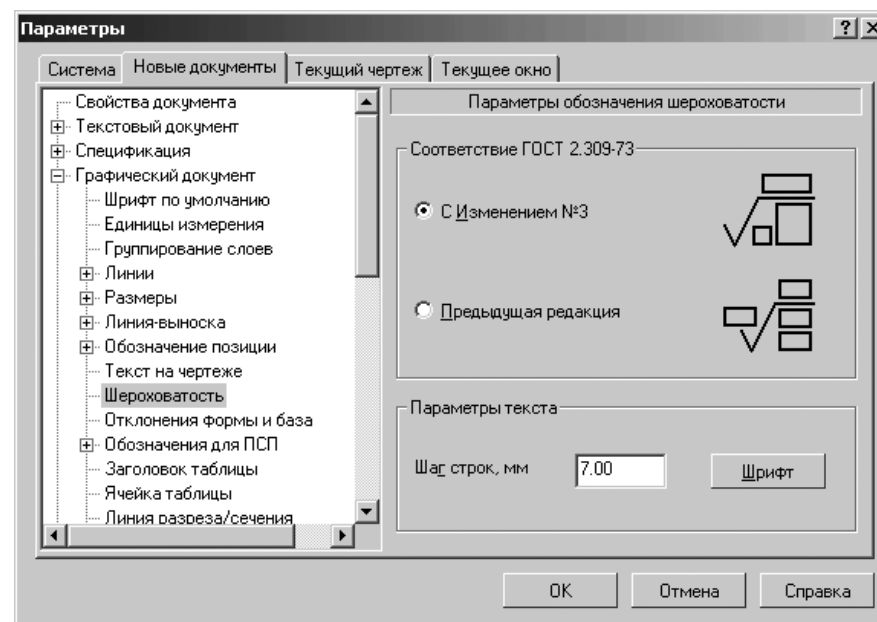

Рис. 10.46. Диалоговое окно **Параметры** с открытой вкладкой **Новые документы** и панелью **Параметры обозначения шероховатости**
- щелкните в списке настраиваемых элементов **Графический документ** по пункту **Шероховатость**. В правой части появится панель **Параметры обозначения шероховатости**, показанная на рис. 10.46.